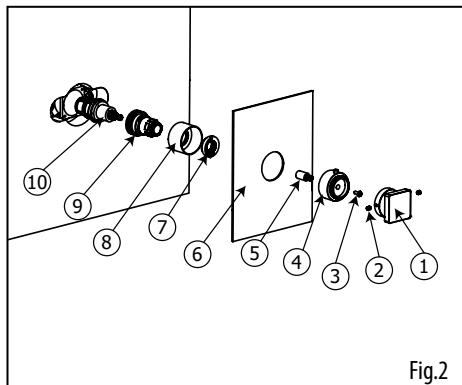

Fig.2
Démonter toutes les composantes des poignées et la plaque décorative (1 à 6). Pour retirer la cartouche thermostatique (10), démonter les composantes (7 à 9) (Fig.2).